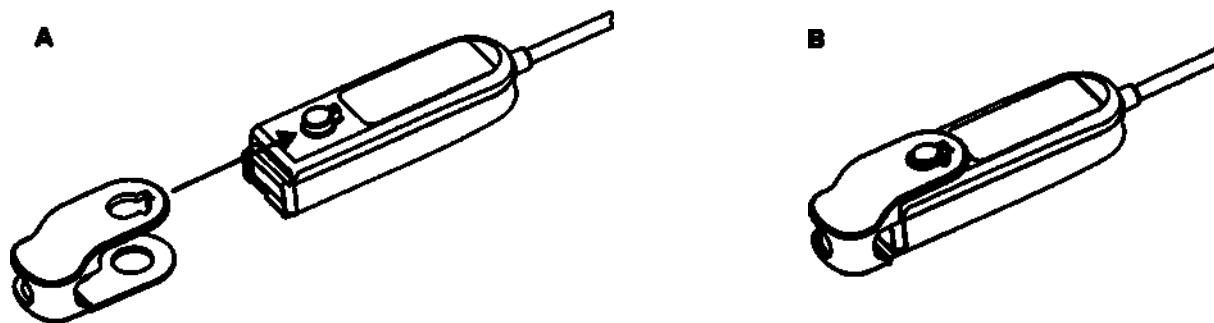

Рисунок 78. Зажим датчика.
Зажим датчика (Рис. 78) поставляется в качестве принадлежности, отдельно от основного комплекта монитора. Предназначен для надежной фиксации разъема датчика в разъеме преобразователя.
1. Совместите петлю зажима датчика с выступом для петли на преобразователе (рисунок 78-А).
3. Зафиксируйте защелку датчика на выступе (рисунок 78-В).